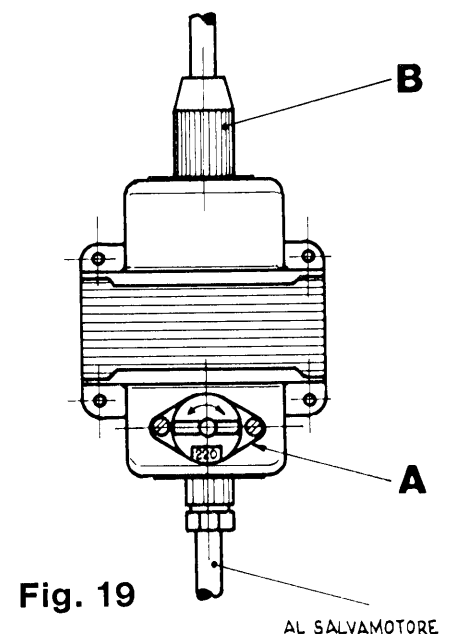

Fig. 19
- Hay que asegurarse de que el selector de tensión a la entrada A-fig. 19 sobre el autotransformador está regulado de acuerdo con el valor de tensión de red.
- Conectar el enchufe tuschet B-figs. 19 y 20 a la salida del autotransformador.